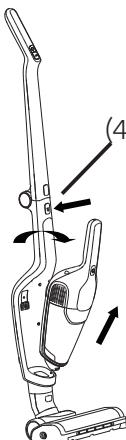
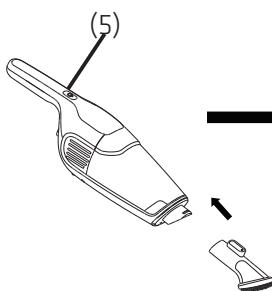

Fig.4-2a
Fig.4-2b
Trykk ned utløserknappen på underenheten (4) (se fig. 4-2a), ta tak i håndtaket på underenheten for å ta den av ved å følge pilen som vises, og trykk deretter ned strømknappen til underenheten (5) (se fig. 4-2b). Da starter underenheten, og du kan trykke bryteren (5) for å stoppe den.